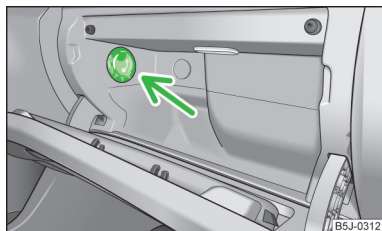

Fig. 67
► Faites tourner le bouton rotatif » fig. 67 pour l'arrivée ou la coupure de l'air.